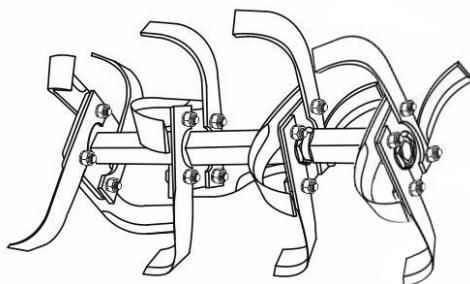

Рисунок 11 – Ґрунтофреза у зборі
6. Скласти інші сегменти ротора ґрунтофрези (див. рис. 11). Складання лівої половини ґрунтофрези здійснюється аналогічно, з урахуванням напрямку обертання ротора.